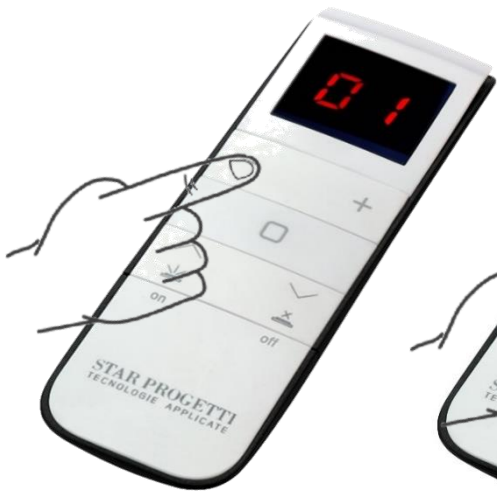

Fig.6
- Dans les 10 secondes, utilisez les boutons "+" et "-" pour sélectionner le canal [1-12] choisi pour l'affectation. Exemple "canal 1" Fig.6